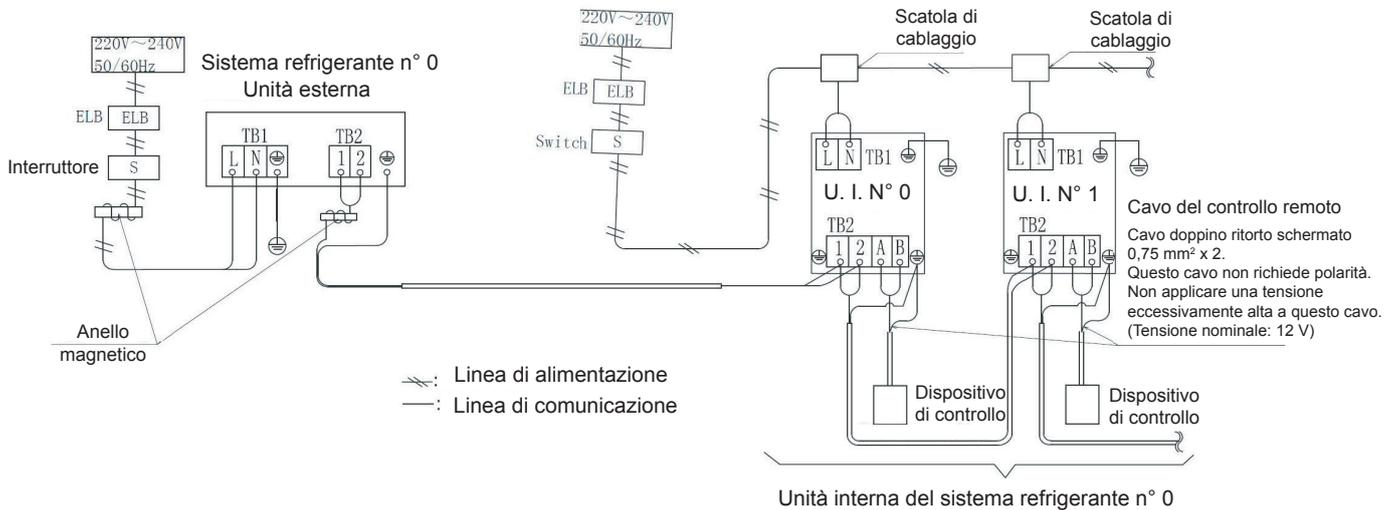

Fig. 6.1 (a) Collegamenti elettrici per unità esterna e interna (MONOFASE)
- (1) Collegare i cavi di alimentazione alla morsettieria nel quadro di comando elettrico dell'unità esterna ed interna. Collegare il cavo di terra al quadro di comando elettrico dell'unità esterna. Inoltre, collegare il cavo di terra alla vite di terra nel quadro elettrico dell'unità interna. Fare riferimento alla Fig. 6.1.
- (2) Collegare i cavi tra le unità esterna e interna ai morsetti 1 e 2 della morsettieria.